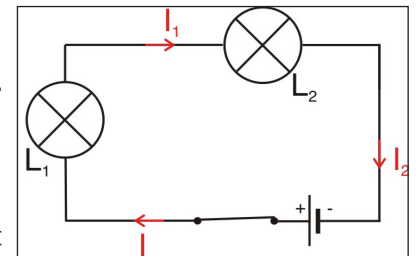

Fig. 2
- Construis le circuit série avec deux ampoules de la Fig. 2.
- Mesure l'intensité du courant électrique aux trois endroits indiqués sur la Fig. 2 (I , I_1 , I_2).